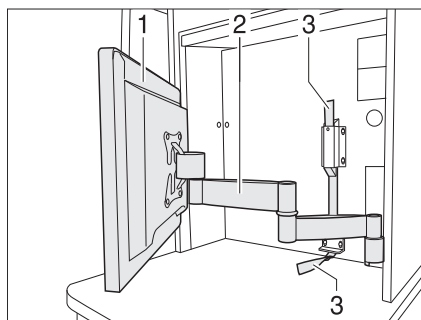

Fig. 84 Ecran plat à bras articulé
- Tirer sur le ruban textile (Fig. 84,3) pour déverrouiller le bras articulé (Fig. 84,2).
- Faire pivoter l'écran plat (Fig. 84,1) dans la position désirée.